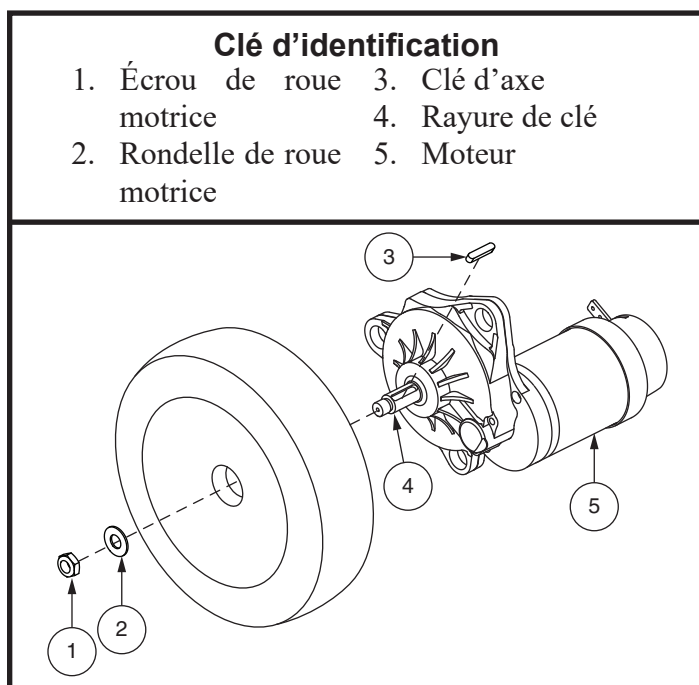

Figure 16. Enlèvement de la roue motrice
6. Retirez l'écrou et la rondelle de roue motrice sur l'essieu. Voir la figure 16.
12. À l'aide d'un nouvel écrou de roue motrice, réinstallez la roue motrice, la rondelle et l'écrou sur l'essieu et serrez bien. Voir la figure 16.